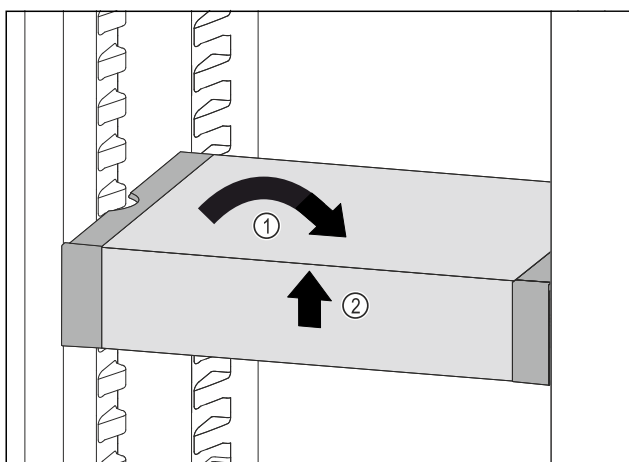

Fig. 70
- ▶ Poziționați drept VarioSafe. Fig. 70 (1)
- ▶ Ridicați în față VarioSafe. Fig. 70 (2)